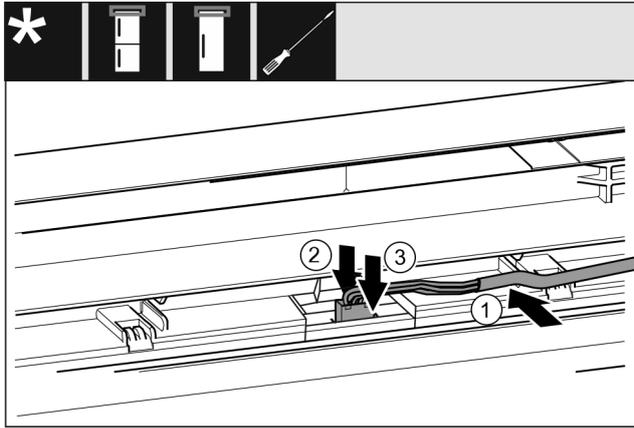

Fig. 45 Combinazioni frigorifero/congelatore / congelatori / refrigeratori*
- ▶ Inserire il cavo Fig. 45 (1) nella guida nella porta superiore.*
- ▶ Spingere il naso di arresto Fig. 45 (2) all'indietro.*
- ▶ Innestare la spina Fig. 45 (3).*